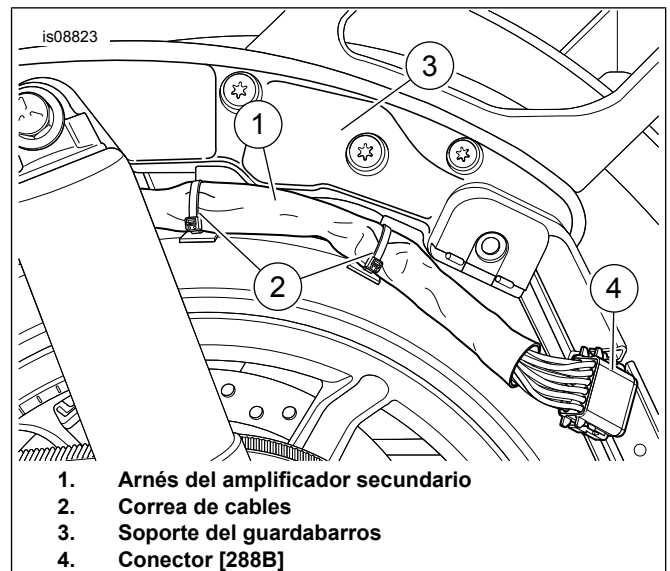

Figura 10. Ubicación del arnés
1. Vea la Figura 10. Pase el arnés del amplificador del lado del vehículo (1) en el área de montaje de la alforja, empezando con el vehículo. Pase el arnés alrededor de la rueda dentada de la rueda trasera, siguiendo el riel de soporte de la alforja.